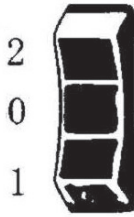

fig 1
4.4. Ajuste de temperatura. A temperatura desejada pode ser ajustada com o interruptor (fig 1). A temperatura ideal deve primeiro ser determinada através da realização de um teste. Portanto, você deve começar com um ajuste de baixa temperatura. As temperaturas especificadas nos exemplos ilustrados de utilização são valores recomendados que podem variar dependendo das propriedades da peça de trabalho. A distância entre o bocal e a peça de trabalho depende do material a ser processado.